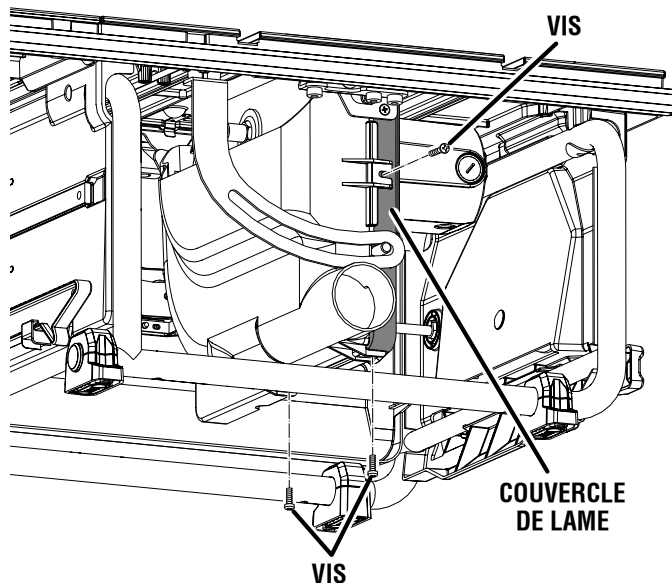

Fig. 50
- Retirer les vis et ouvrir le couvercle du lame. Nettoyer la poussière de scie et les puces de bois de le couvercle du lame. Fermeture et obtenir. (Voir la figure 50.)